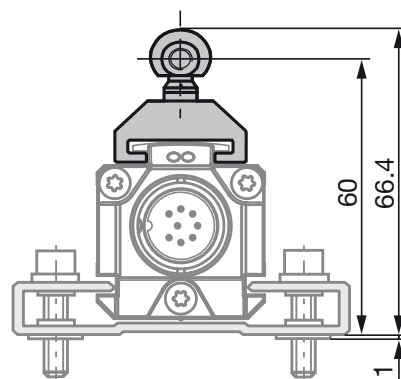
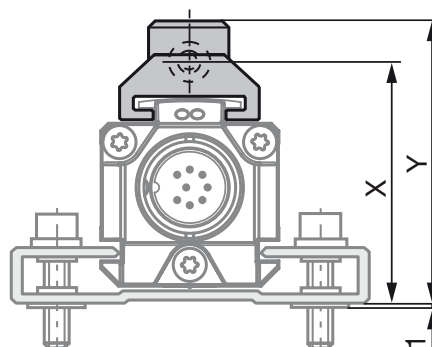
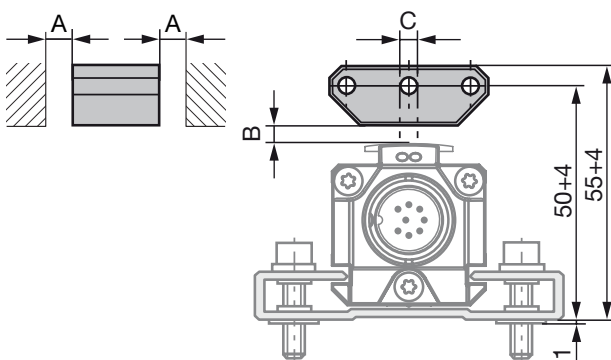
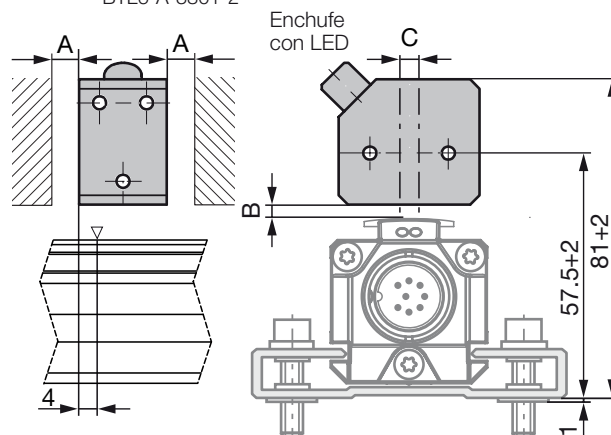

Fig. 4-1: Medidas y distancias con el sensor de posición BTL5-F-2814-1S
Fig. 4-3: Medidas y distancias con el sensor de posición BTL5-M/N-2814-1S
Fig. 4-4: Medidas y distancias con el sensor de posición BTL5-P-3800-2
Fig. 4-8: Medidas y distancias con el sensor de posición BTL5-P-4500-1 con generación eléctrica del campo magnético (24 V/100 mA)
**i** El transductor de desplazamiento Micropulse en construcción perfilada es apto tanto para sensores de posición libres, es decir, de funcionamiento sin contacto (véase de la Fig. 4-4 a la Fig. 4-8) como también para sensores de posición guiados (véase de la Fig. 4-1 a la Fig. 4-3).
- La distancia A entre el sensor de posición y las piezas de material imantable debe ser de como mínimo 10 mm (véase de la Fig. 4-4 a la Fig. 4-8).
- Para la distancia B entre el sensor de posición y el transductor de desplazamiento y para el desplazamiento de centros C (véase de la Fig. 4-4 a la Fig. 4-8) se deben respetar los siguientes valores:
**i** La zona medible se desplaza 4 mm en la dirección del conector del transductor de desplazamiento (véase la Fig. 4-8).